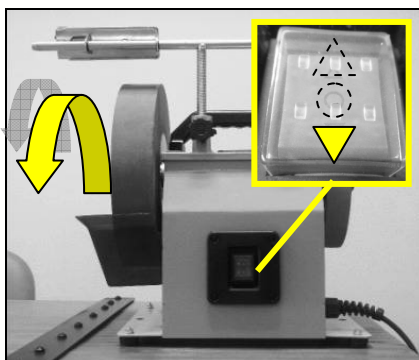

Fig 24
- la flèche en bas ▼ : la meule et le disque tournent vers le bas lorsque vous êtes placé face à l'interrupteur (Fig 24).